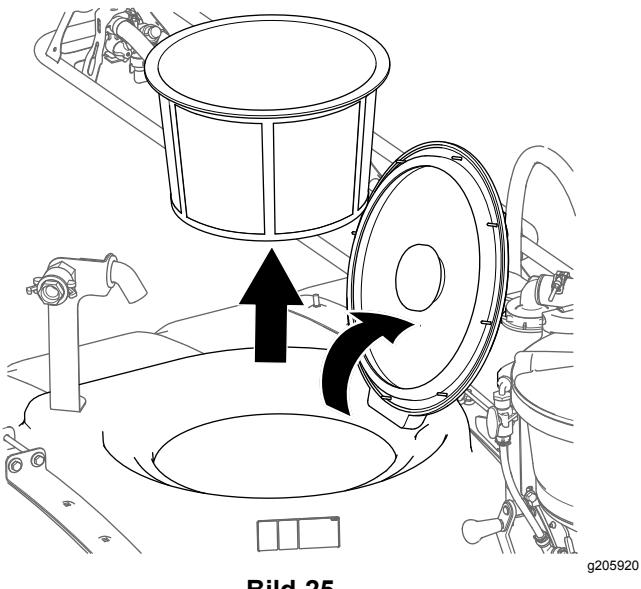

Bild 25
1. Öffnen Sie den Deckel des Sprühbehälters und entfernen Sie den Filterkorb (Bild 25).